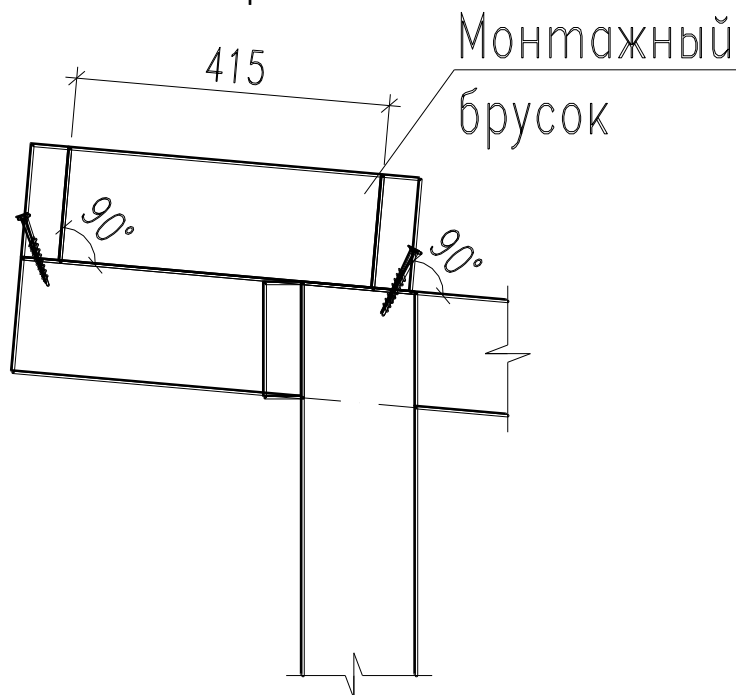

рис. 13 – Схема крепления балок под кровлю с использованием досок.
Схема крепления показана на рис. 13.
- 4) Выставьте второе стропило и приставьте ее вплотную к монтажному бруску как показано на рис. 13.